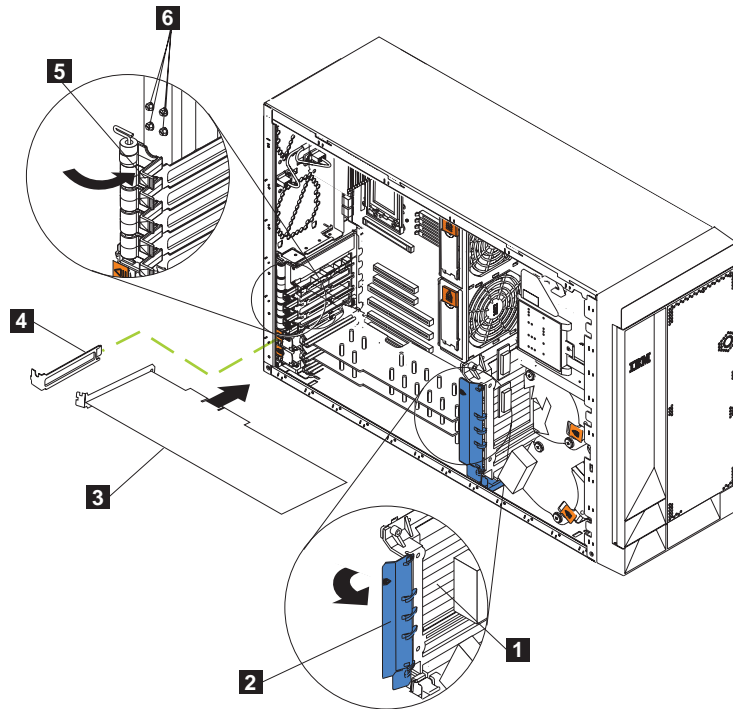
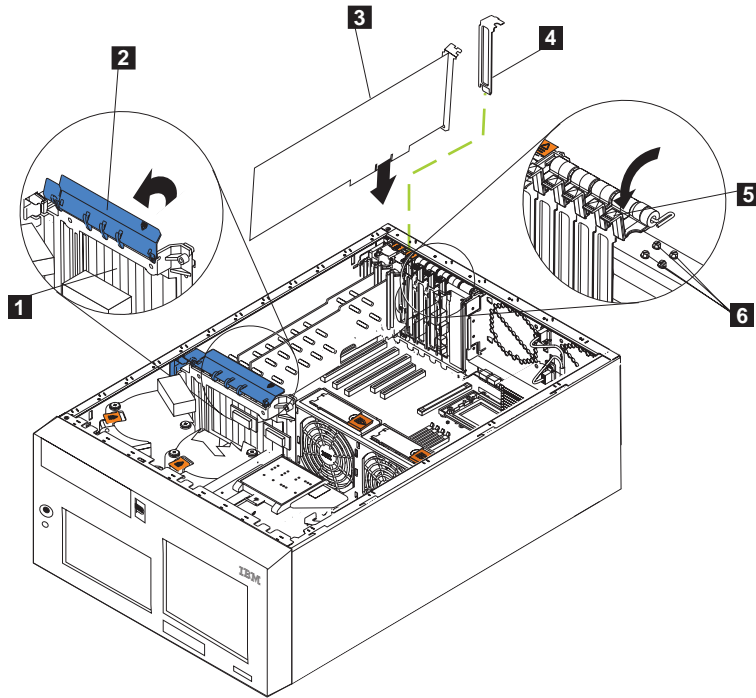

图 90. 更换 ServeRAID 控制器 (型号 25T)
图 91. 更换 ServeRAID 控制器（具有机架安装转换功能的型号 25T）
- d. 使用图 90 和第 110 页的图 91 作为参考，卸下旧的适配器。
- b. 使用第 109 页的图 90 和第 110 页的图 91 作为参考，卸下有故障的 ServeRAID-5i 控制器。
- d. 使用第 109 页的图 90 和第 110 页的图 91 作为参考, 卸下适配器。